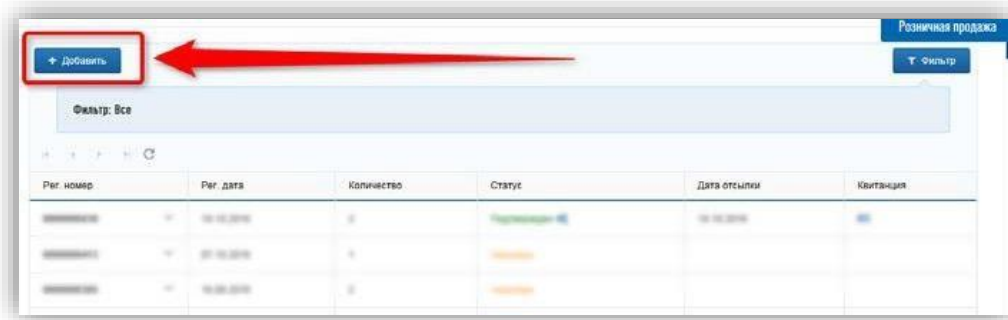

Рисунок 108 – Новый документ о продаже
- Нажмите кнопку «Добавить» (рис. 108).